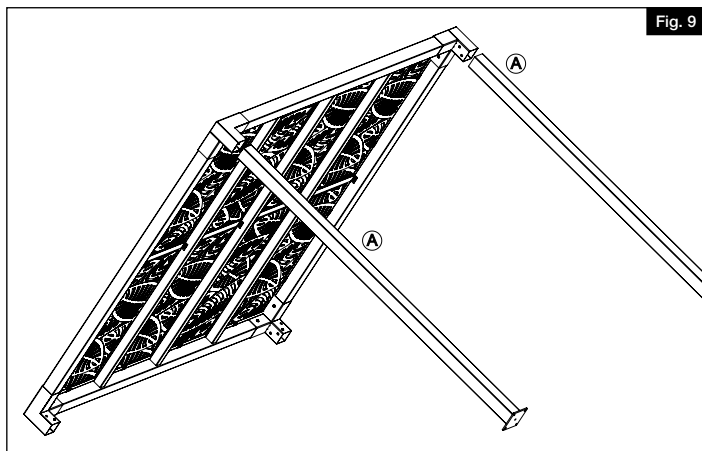

Fig. 9
Avec l'aide de 2 ou 3 personnes, incliner l'assemblage de l'ossature supérieure pour insérer les poteaux (A) dans les supports d'angle (E) (Fig. 9). Veiller à ce que les trous soient alignés sur l'assemblage de poteau et de support d'angle.